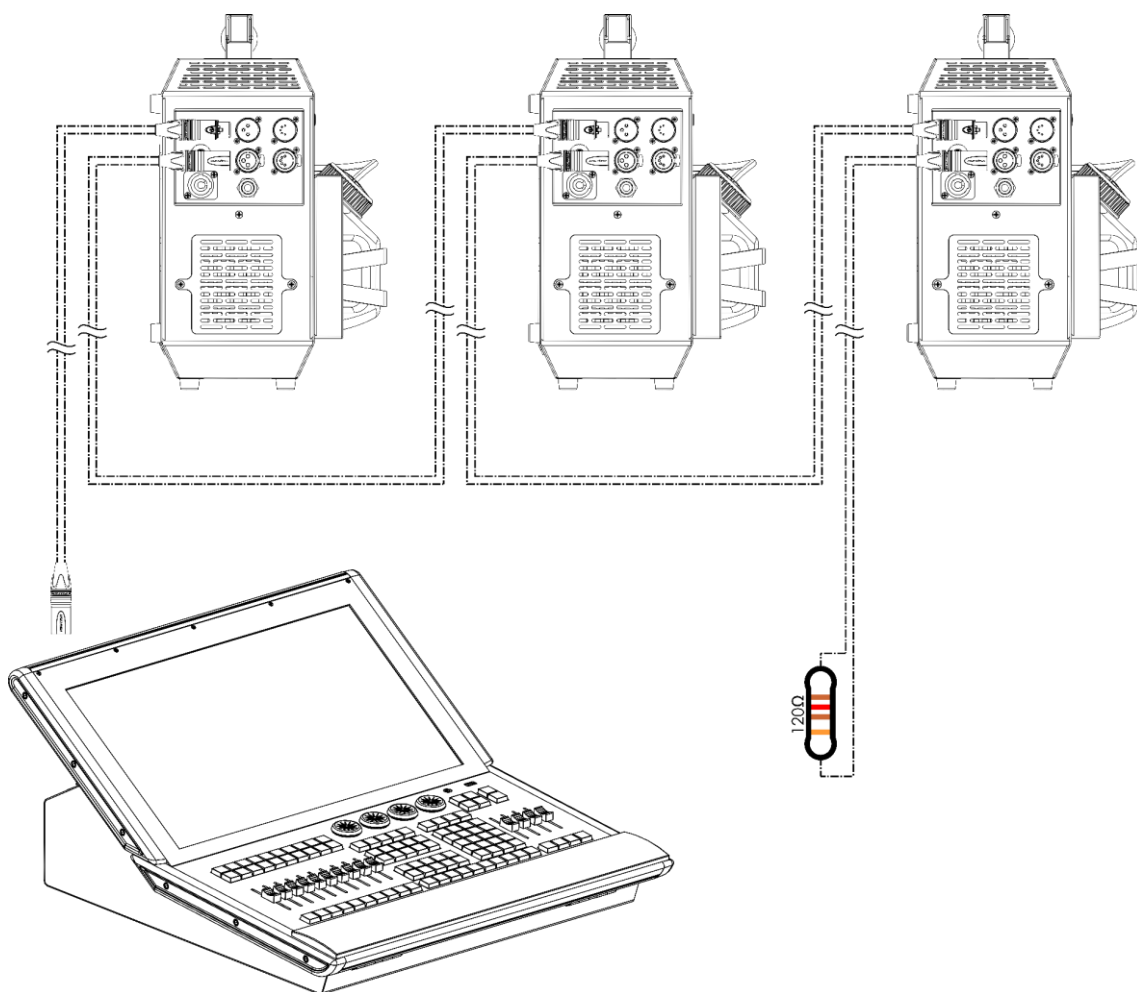

Fig. 27
- 03) Repita el paso 2 para conectar todos los dispositivos en cadena como se muestra en la Fig. 27.